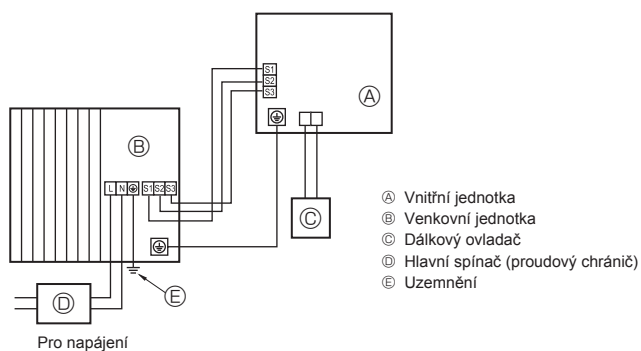
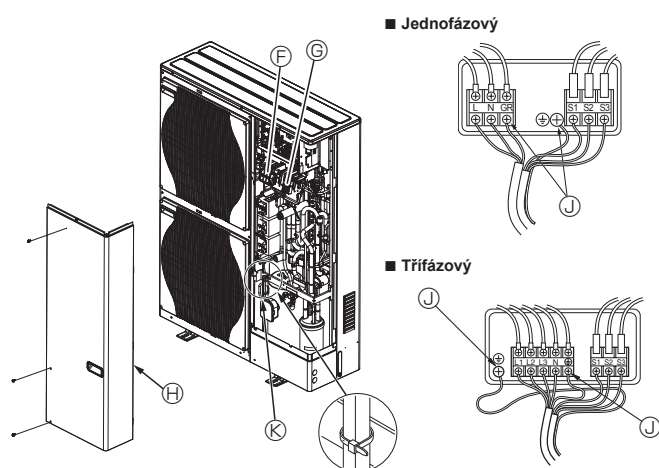

Fig. 5-1
Fig. 5-2
5.1. Venkovní jednotka (Fig. 5-1, Fig. 5-2)
- ① Sejměte servisní panel.
- ② Zapojte kabely podle Fig. 5-1 a Fig. 5-2.